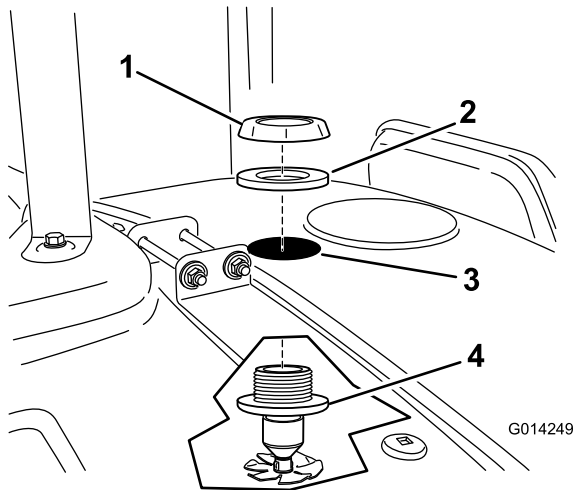

Figura 17
7. Instale un conjunto de boquilla a través del taladro perforado (Figura 17).
8. Instale la junta y la tuerca de plástico con arandela prensada sobre la rosca expuesta del conector estanco situado encima del depósito (Figura 17). Asegúrese de que la junta queda bien asentada entre la tuerca de plástico y la superficie del depósito.